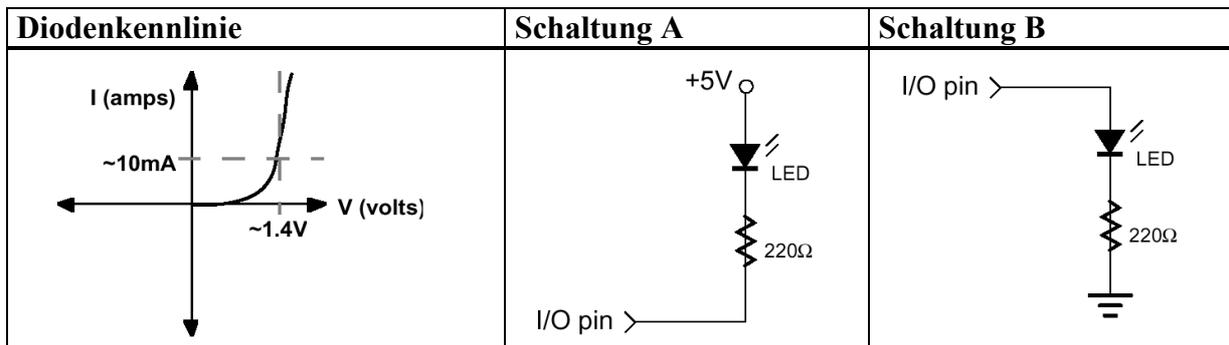

Bild 5: Beschaltung des Ausgangs P1
Als Nächstes muss nun die LED an P1 angeschlossen werden. Da die Ausgänge des μC maximal mit etwa 20mA belastet werden dürfen, ist auch hier eine Widerstandsschaltung nötig. Eine LED hat einen Widerstand, der sich in Abhängigkeit der angelegten Spannung ändert, im **Bild 5** ist dieser Zusammenhang durch eine Diodenkennlinie dargestellt.
Die Kennlinie zeigt, dass bei niedrigen Spannungen (U) wenig Strom (I) durch die LED fließt (bei negativen überhaupt keiner). Mit zunehmender Spannung nimmt der Widerstand der LED stark ab, so dass der Strom exponentiell ansteigt. Damit die LED ordnungsgemäß funktioniert benötigt sie etwa 10mA Strom, wobei etwa 1,4V über ihr abfallen (siehe **Bild 5**). Da der μC am Ausgang aber 5V zur Verfügung stellt, wären die zulässigen 20mA stark überschritten und der μC könnte beschädigt werden. Deshalb ist es nötig, einen Widerstand R in Reihe zur LED zu schalten, dessen Größe sich wie folgt berechnet:
nuspol (VSS) angeschlossen werden muss. Es gibt nun zwei Möglichkeiten die LED an den μC anzuschließen, diese sind im **Bild 5** dargestellt. Die Schaltungen unterscheiden sich darin, dass bei Schaltung A die LED leuchtet, wenn der Ausgang des μC auf 0V gesetzt ist, während die LED in Schaltung B leuchtet, wenn der Ausgang auf 5V gesetzt ist. In den anderen Fällen fließt kein Strom durch die LED, weil auf beiden Seiten der LED die gleiche Spannung (5V in Schaltung A bzw. 0V in B) anliegt.